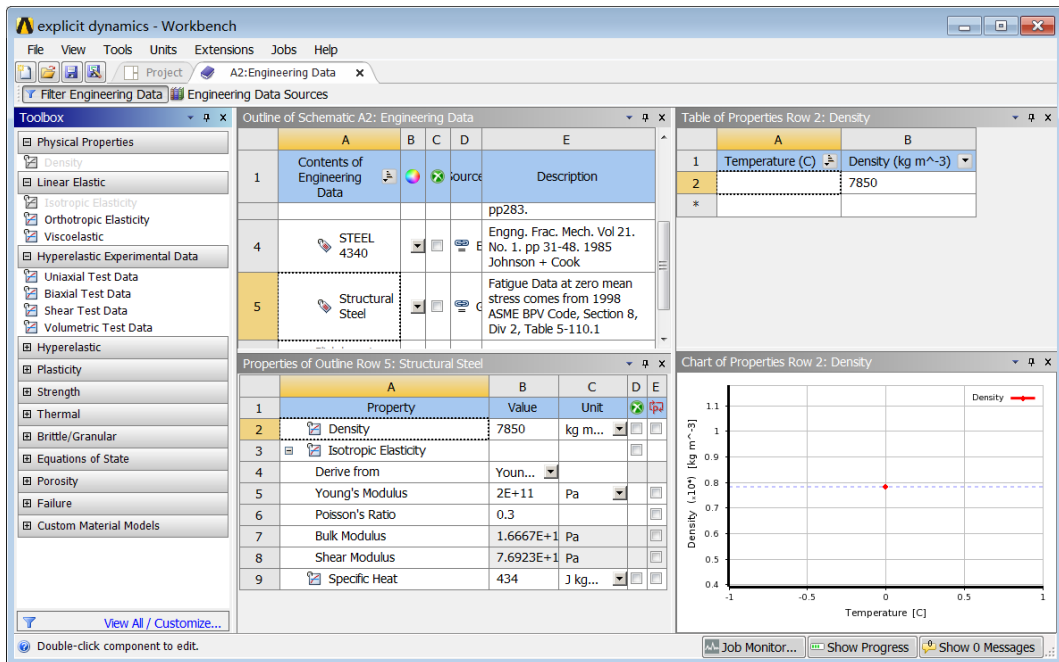

图 15-2 工程数据界面
1) 双击项目 A 中的 A2 栏中的 “Engineering Data” 项，进入如图 15-2 所示的工程数据界面，在该界面下即可进行材料参数设置。